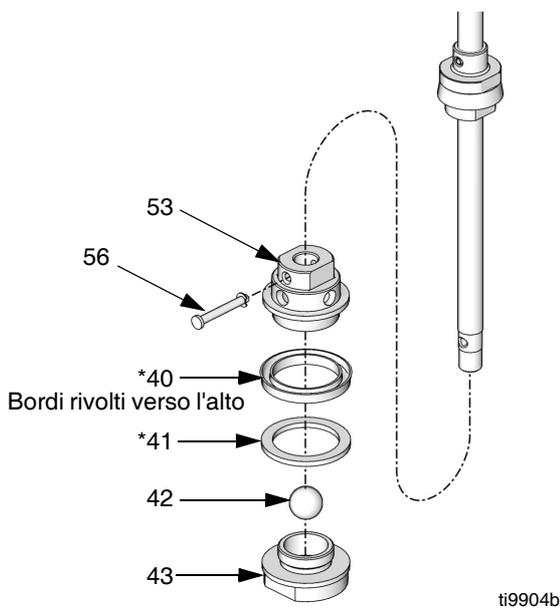

FIG. 20
8. Rimuovere il perno (56). Rimuovere il corpo della valvola del pistone. Svitare la valvola del pistone (43) dall'alloggiamento del pistone (53). Rimuovere l'anello (41\*), la fascia a U (40\*) e la sfera (42). Ispezionare tutte le parti per rilevare eventuali danni. Vedere FIG. 20.